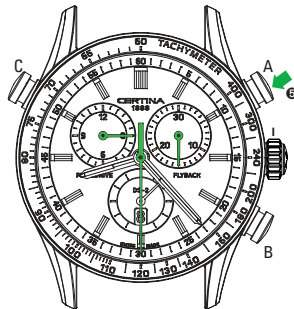

Рис. 14
**Считывание результатов последнего измерения (см. рис. 14)**